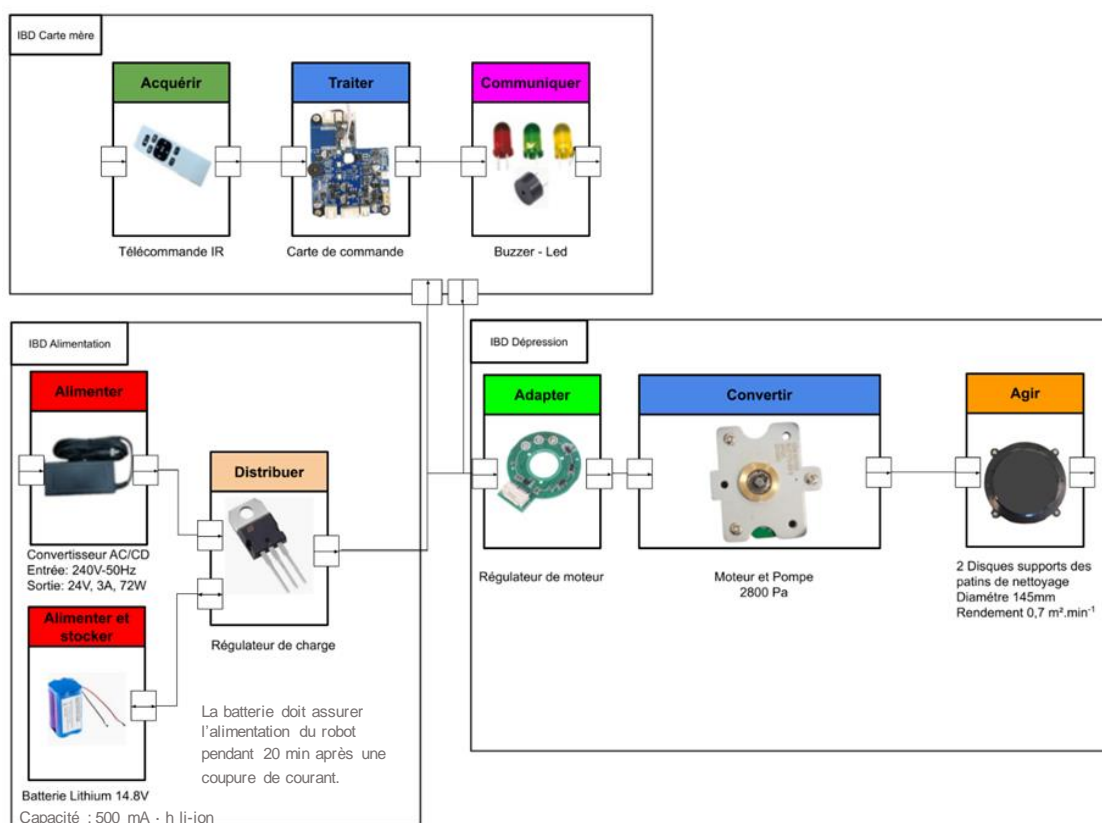

Figure 3 : diagramme des blocs internes.
- 4 . **Relever** sur le diagramme des blocs internes (figure 3) la tension et la capacité (en mA.h) maximale de la batterie.